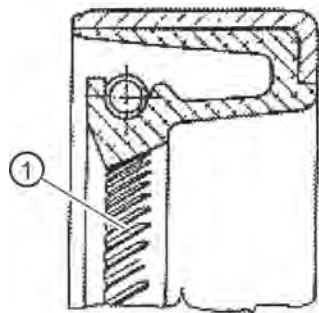
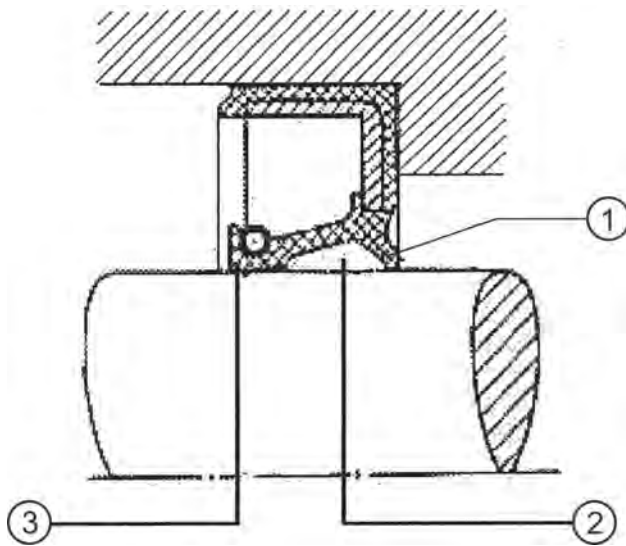

Figura 8: Retén radial de estanquidad para ejes rotativos con labio de estanquidad provisto de estructuras de retorno en el lado del aire
Figura 9: Retén radial de estanquidad para ejes rotativos con carga de grasa
11. Atención: Si se utiliza un retén radial con labio de protección (figura 9), el espacio entre el labio de protección y el labio de estanquidad no se debe cargar con grasa en los retenes radiales con labio de estanquidad provisto de estructuras de retorno en el lado del aire (figura 8), ya que en caso contrario se perturba el mecanismo de retorno hidrodinámico.